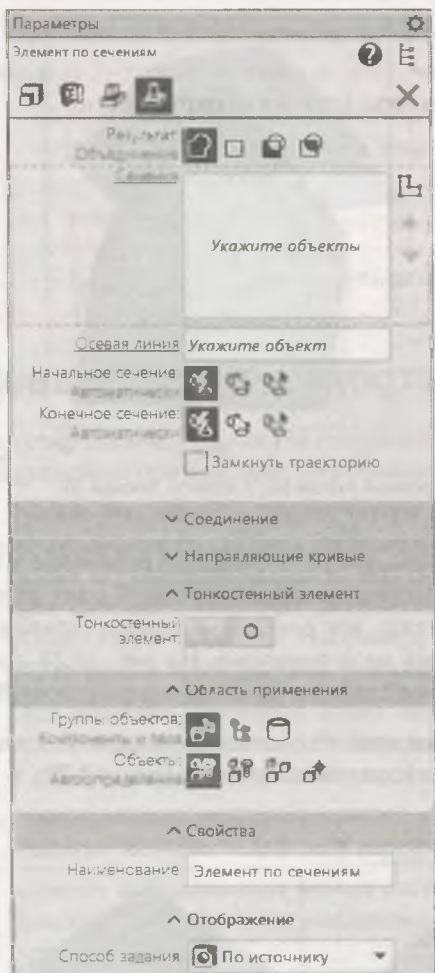

Рис. 19.25. Панель Параметры:
- ◆ на панели **Элементы тела** нажмите кнопку  — **Элемент по сечениям**. Автоматически появилась панель **Параметры: Элемент по сечениям** (рис. 19.25). На панели **Параметры** появится запрос в **Строке сообщений**: "**Укажите эскиз**";